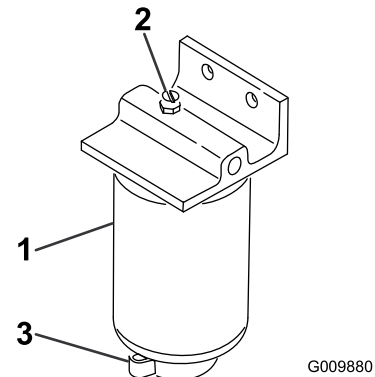

Bild 66
2. Lösen Sie das Ablassventil an der Unterseite der Filterglocke (Bild 66).
1. Reinigen Sie den Anbaubereich der Filterglocke (Bild 66).